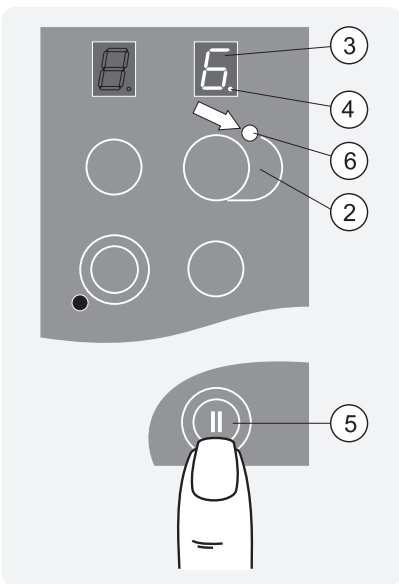

Рис.20
1. Перевести конфорку в режим управления (рис. 20).